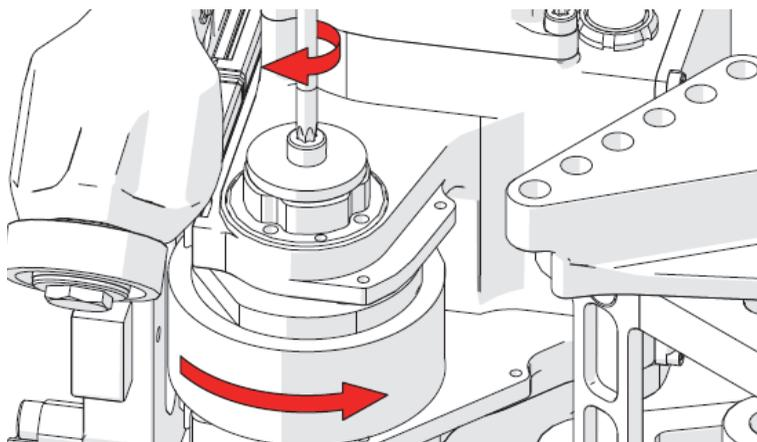

图2-20 将轴与轮子分离
22. 握住轮子，使用T25 Torx螺丝刀拧动螺钉，直到轴与轮子分离（参见第96页的图2-20）。